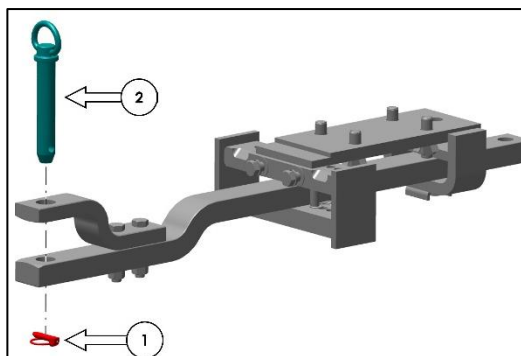
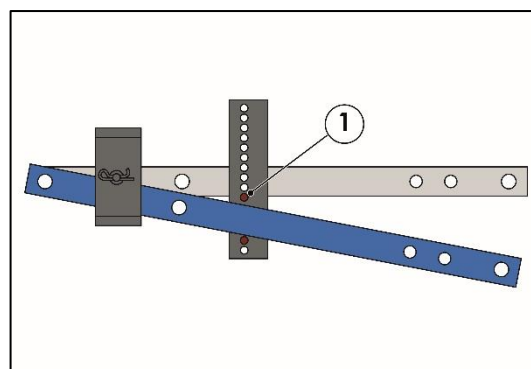
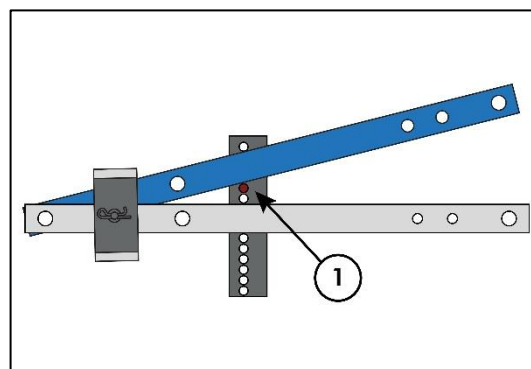

Fig. 204 – DISSEL VERSTELLING
Fig. 211 – A, B & C – OFFSETPOSITIES
Fig. 212 – D-OFFSETPOSITIE
Verwijder vóór elke verstelling aan de dissel de lunspen (item 1 in Fig. 204) en de disselpen (item 2 in Fig. 204). Bewaar de lunspen en disselpen in de gereedschapskist of op een andere veilige plaats.
Koppel vervolgens het werktuig aan en plaats de disselpen (Item 1 in fig. 204) en de lunspen (Item 2 in Fig. 204) terug. Controleer of het werktuig correct is aangekoppeld.
3. Verwijder de lunspen (Item 1 in Fig. 204) en de disselpen (Item 2 in Fig. 204).
6. Plaats de disselpen (Item 1 in Fig. 204) en de lunspen (Item 2 in Fig. 204) terug.
A-, B- en C-offsetposities (Fig. 211):
1. Verwijder de 4 borgveren (Item 1 in Fig. 204) en de 2 pennen (Item 2 in Fig. 204).
3. Plaats de 2 pennen (item 2 in Fig. 204) terug in de aangrenzende gaten (zie Fig. 204) van de ingestelde disselpositie en borg de beweging van de dissel met 4 borgveren, 2 per pen (Item 1 in Fig. 211), 2 van onderen en 2 van boven.
D offsetpositie (Fig. 212):
1. Verwijder de 4 veerpennen (Item 1 in Fig. 204) en de 2 pennen (Item 2 in Fig. 204).
3. Plaats 1 pen (item 2 in Fig. 204) terug in de aangrenzende gaten van de ingestelde disselpositie en borg de beweging van de dissel met 2 borgveren (Item 1 in Fig. 212). Leg de overblijvende pen en 2 borgveren in de gereedschapskist.